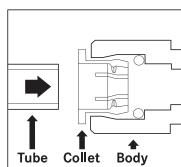

Fig.1
- ▷ Inserire la tubazione in senso lineare (fig. 1).